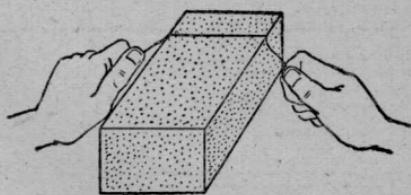

图6 用鐵絲切割粘土块
3. 将揉和以后的粘土放在木架里，将它压结实，用细铁丝除去突起在木架上面的多余的粘土，做成方块。再用细铁丝切割成砖块或薄片(图 6)；把薄片弯曲成瓦片形。为了便于放到家用的炉灶中烧炼，砖坯和瓦片坯不宜做得太大。